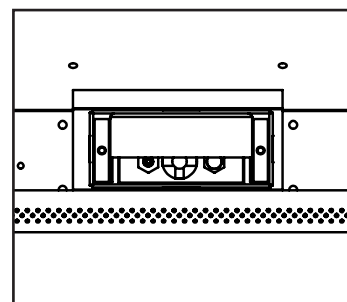

Figure 15. Assemblage de l'allumeur à côté du brûleur.
8. Réinstallez le brûleur, les panneaux de briques, l'ensemble de bûches, les braises et la porte vitrée. Référez-vous à la section INSTALLATION SECONDAIRE - INSTALLATION DE L'ENSEMBLE DE BÛCHE ET DES BRAISES dans votre manuel du propriétaire. Lorsque vous réinstallez le brûleur, assurez-vous que la relation entre le brûleur et le capuchon du pilote est similaire à ce qui est montré à la figure 15. Sur certaines unités, vous devrez porter une attention particulière lors de l'installation du brûleur que la tige d'ajustement du Venturi est correctement installé dans la pièce d'ajustement du Venturi, soudé sur le tube Venturi du brûleur.